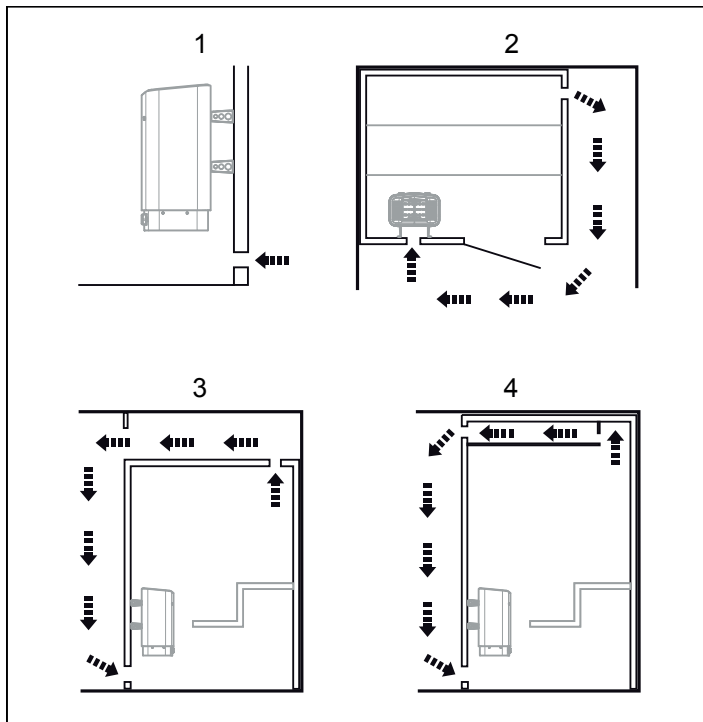

Fig 4: In- och utluftsventilens placering
- med maximalt avstånd till inluftsventilen, t.ex. i diagonal (se Fig 4).
- högt på väggen eller i taket (se Fig 4).